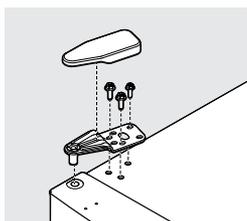

figura 12
12. Instale la bisagra superior utilizando una llave de cubo de 5/16 pulg. y coloque la cubierta de la bisagra superior (algunos modelos) en la unidad (consulte la figura 12).